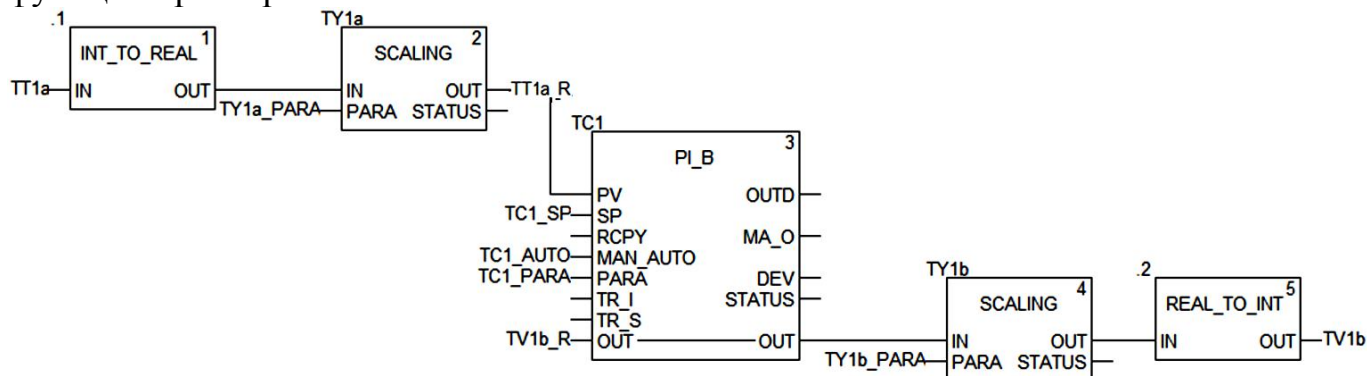

Рис.1.35. Приклад рішення задачі з використанням мови FBD.
Програму для контуру регулювання можна реалізувати одним *FBD* ланцюгом (рис.1.35). У центрі контуру знаходиться ПІ-регулятор (*TC1* типу *PI_B*), завдання для якого (*SP*) формується змінною *TC1_SP*, а плинне значення (*PV*) формується виходом блока масштабування температури (*TY1a*). Значення виходу регулятора через блок масштабування *TY1b* подається на клапан *TV1b*. До входу/виходу *OUT* блоку *TC1* прив'язана змінна *TV1b_R*, що дає змогу відслідковувати та управляти виходом регулятора в ручному режимі засобами HMI. Переключення режиму
13. У секції набрати програму відповідно до рис.1.35: вибір функцій (*INT_TO_REAL* та *REAL_TO_INT*) проводиться командою з панелі інструментів, або з меню *Edit*->*FFB Input Assistant*; вставка екземплярів функціональних блоків (*TY1a*, *TY1b*, *TC1*) проводиться командою з панелі інструментів або з меню *Edit*->*Data Selection*; з'єднання блоків проводиться з використанням елемента *Link*(F6);